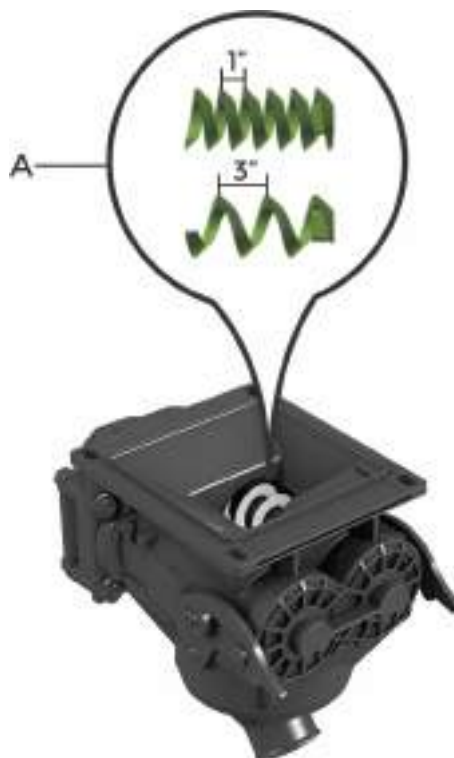

fig. 40
A regulação da quantidade de fertilizante em kg / ha é realizada através das roscas sem-fim, de passo 1" e 3" (A) (fig. 40) montadas no dosador TOPLANTING e do recâmbio das rodas dentadas da transmissão.